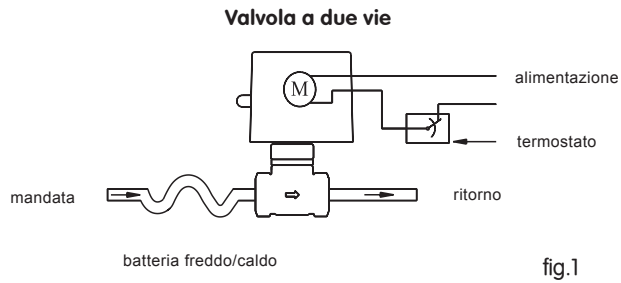

fig.1
**Valvola a 2 vie normalmente chiusa:** la direzione del flusso è indicata in figura (la valvola chiude contro il flusso dell'acqua) (fig.1).